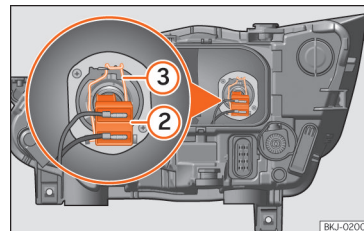

Abb. 105 Im Motorraum: Glühlampe Abblendlicht.
- Ziehen Sie den Stecker von der Lampe » **Abb. 105** **2** ab.
- Nehmen Sie die Haltefeder » **Abb. 105** **3** durch Eindrücken und Rechtsdrehung ab.